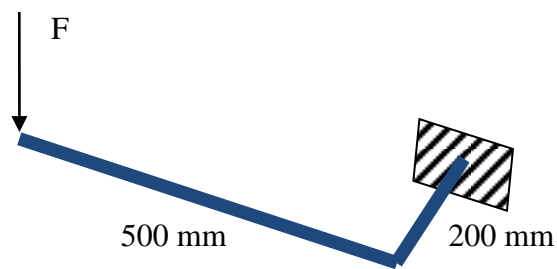

Fig. 1: Schema del componente con incastrato e forza concentrata
1. La forma del componente è illustrata schematicamente in Fig. 1. In particolare si tratta di un componente che presenta una piega a  $90^\circ$ , viene incernierato ad un'estremità e caricato sull'altra. Le dimensioni sono come in figura (un lato 200 mm l'altro 500 mm). Queste misure si intendono prese sulla mezzeria del componente e si applicherà una tolleranza di  $\pm 15$  mm. Per il resto, la forma del campione è libera: non è necessario ad esempio che la sezione sia uniforme.